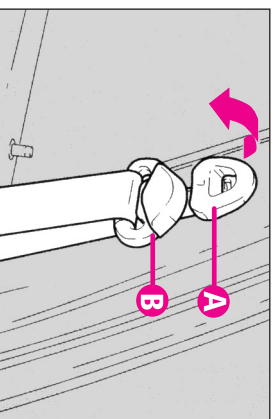
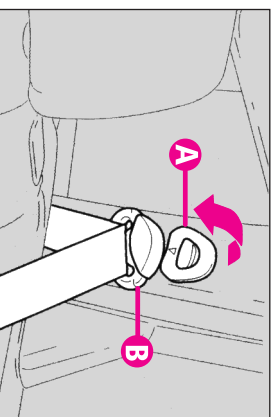

fig. 50
fig. 51
Pentru reglare, ridicați sau coborâți dispozitivul de blocare (A-fig. 50), deplasând înspre în față sau spate în același timp inelul (B) în poziția dorită.
După reglare, asigurați-vă întotdeauna că inelul (B) este bine fixat într-una din poziții. Pentru a verifica, fără să apăsați butonul (A-fig.50) sau (A-fig.51), trageți de centură pentru a permite ancorei de fixare să se poziționeze în cazul în care acest lucru nu s-a produs încă.